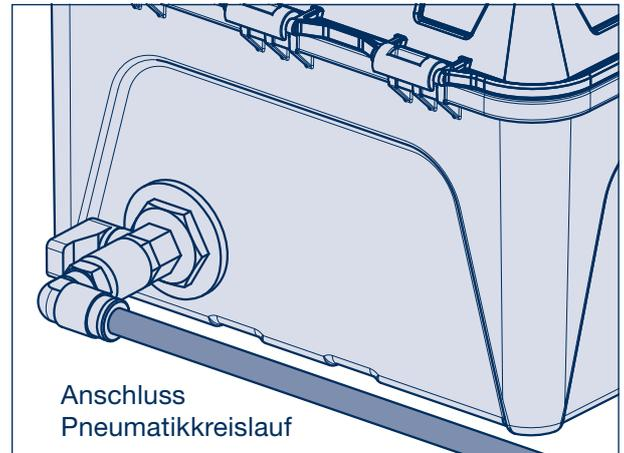

Bild 31
- [1] Zuleitungen ( $\varnothing$  8 x 1 mm PA-Leitung) zur AirSave Control Box (siehe Bild 31) bei Achsen mit Luftfederung direkt an den Lufttank der Luftfederung des Trailers anschließen.